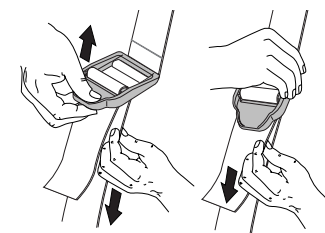

Fig. 5
4. Ajuste la longitud de acuerdo a la medida del operador. Tire de la orejeta para alargarlo y tire de la correa para acortarlo (Fig. 5).